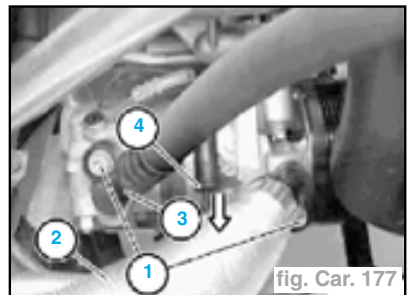

fig. Car. 177
- Décrocher le flexible de dépression (2) des supports (3).
- Dégager le réservoir de dépression (4) et le mettre de côté dans le sens de la flèche.
- Débrancher le connecteur (4) dans le sens de la flèche (fig. Car. 177).
- Déposer les vis (1).
- Retirer les durits (2) et (3).